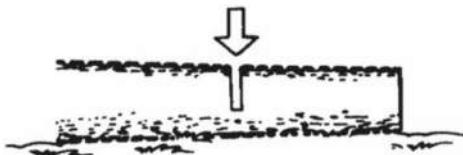

Рис. 15.1
**Распил бревна без подкладывания (рис. 15.1).**